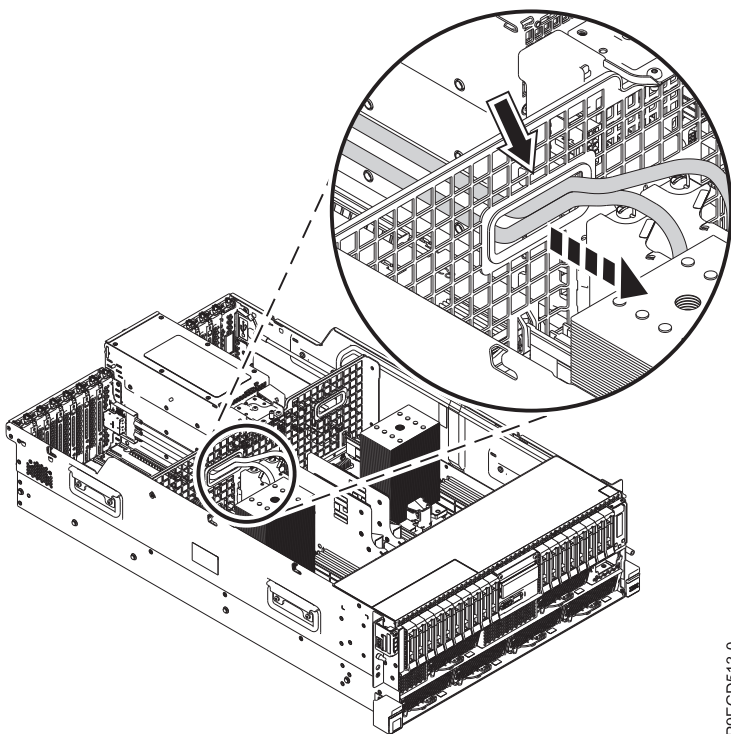

Figure 7. Routage des câbles SAS arrière
3. Faites passer les câbles SAS arrière par la cloison, comme indiqué à la figure 7.